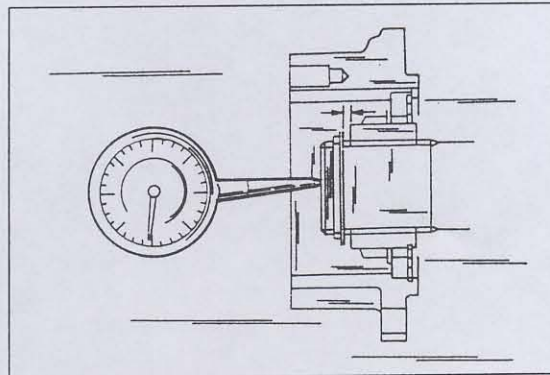

Bild 231
- Den Nabendeckel abschrauben und eine Messuhr in der in Bild 231 gezeigten Weise anbringen. Die Antriebswelle an der Innenseite erfassen und nach innen und aussen bewegen. Die Anzeige der Messuhr ablesen. Falls das Axialspiel den oben angegebenen Wert überschreitet, muss es eingestellt werden, wie es im nächsten Kapitel beschrieben ist.